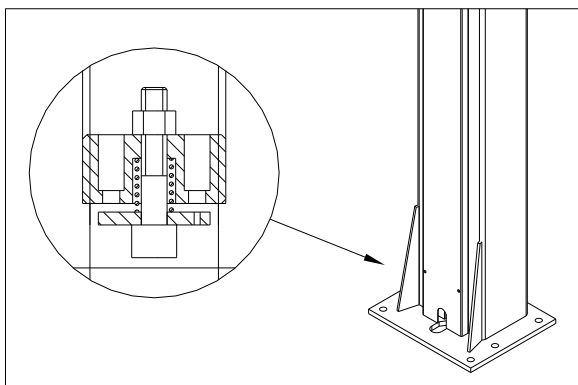

Abb. 12
- ◆ Im Falle eines plötzlichen, großen Lecks im Hydraulikkreislauf (ein Rohrbruch) lösen die Absperrventile an der Unterseite jedes Zylinders aus. (Abb. 12)